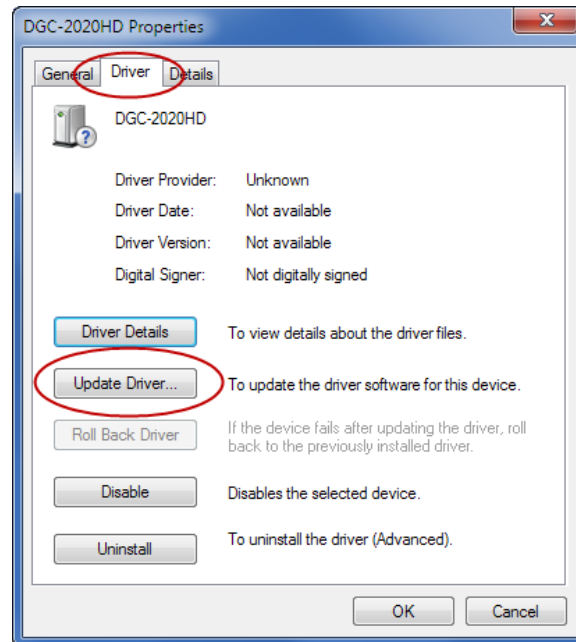

Figure 8-3. Propriétés du DGC-2020HD
Étape 3. Dans la fenêtre Propriétés, sélectionnez l'onglet Pilote et cliquez sur Mettre à jour le pilote. Voir Figure 8-3.